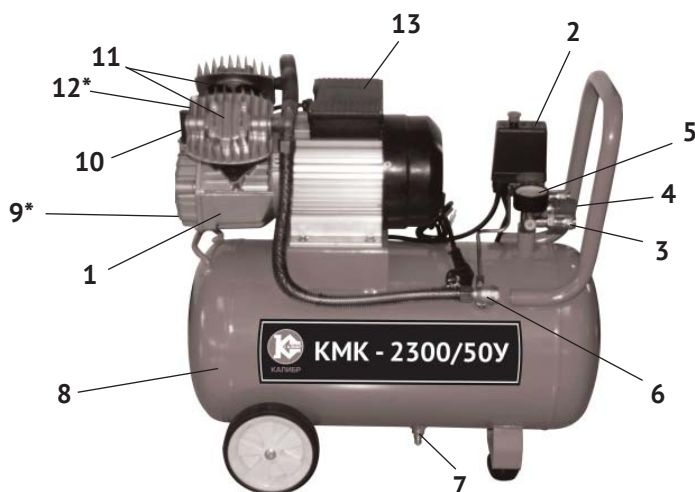

рис. 1
4.1 Общий вид компрессора схематично представлен на рис.1
4.2 Картер компрессорной группы (рис.1 поз.1) с двигателем закреплены на металлическом корпусе ресивера (рис.1 поз.8). Вращение якоря двигателя преобразуется кривошипно-шатунным механизмом в возвратно-поступательное движение поршней двух цилиндров. Сжатый воздух из выпускных клапанов цилиндров подаётся в ресивер. При подключении к быстроразъёмным выходным штуцерам (рис.1 поз.3) коллектора пневмоинструмента, сжатый воздух подаётся к инструменту. Выходное давление в штуцерах регулируется редуктором и контролируется манометрами.